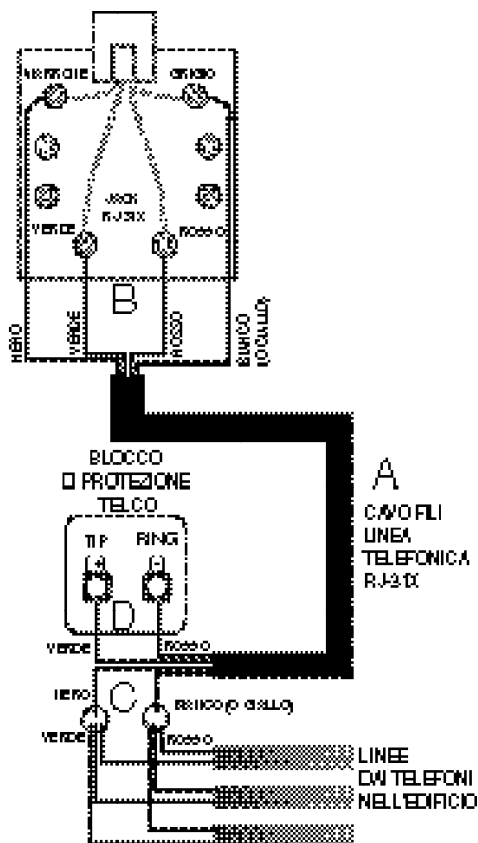

Figura 8. Collegamenti di un jack RJ-31X alla linea telefonica
1. Tirare un cavo con 4 fili dal blocco di protezione TELCO al punto di installazione del jack (vedere **A** in Figura 8).
2. Collegare un'estremità del cavo al jack (vedere **B** in Figura 8).
3. Al blocco di protezione TELCO rimuovere i fili dei telefoni dell'edificio (provenienti dai jack dei telefoni nell'edificio) e connetterli ai fili nero e bianco (o giallo) del cavo a 4 fili (vedere **C** in Figura 8).
4. Connettere i fili verde e rosso dal cavo a 4 fili ai morsetti TIP (+) e RING (-) sul blocco (vedere **D** in Figura 8).